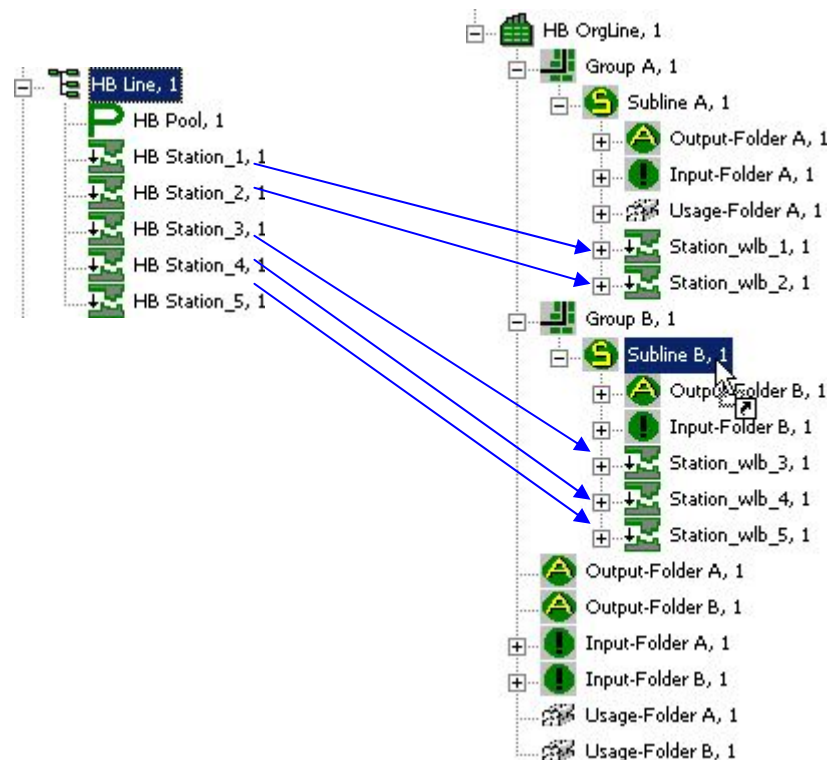

Abbildung 115: Stationen mit der Subline verknüpfen
- Die Stationen die unterhalb der Gruppe liegen sollen, müssen eine Teilmenge der Stationen der Level 1 Austaktung sein. Deshalb müssen die Stationen aus der Level 1 Austaktung ebenfalls als Stücklisteneintrag in die Gruppen verlinkt werden. Siehe auch Abbildung 115.